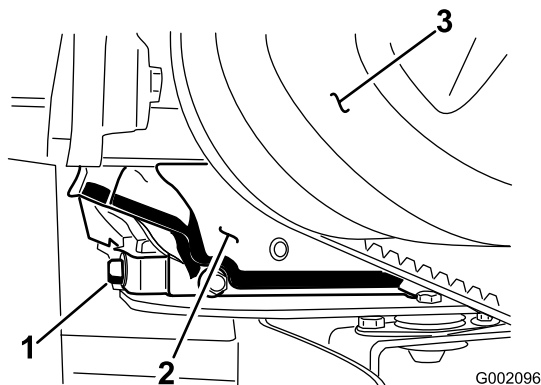

図 40
5. ドレンプラグの下に、容量1.5リットル程度の大きさのオイル受け容器をおく (図 40)。
6. ドレンプラグを抜く (図 40)。